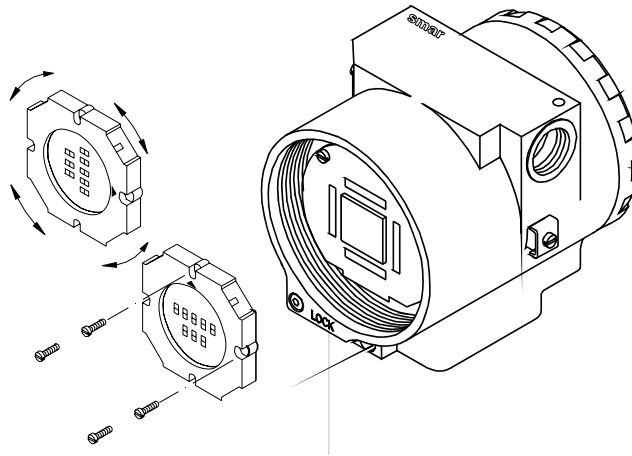

Figura 5.4 Posiciones Posibles del indicador local
Enchufe los conectores del sensor y la fuente de alimentación a la tarjeta principal. En caso de que tenga un indicador local, fíjelo a la tarjeta principal con cuatro tornillos (3). El montaje del indicador local puede hacerse en cualquiera de las 4 posiciones posibles mostradas en la Figura 5.4. La marca "▲", en el display indica la posición superior del indicador.